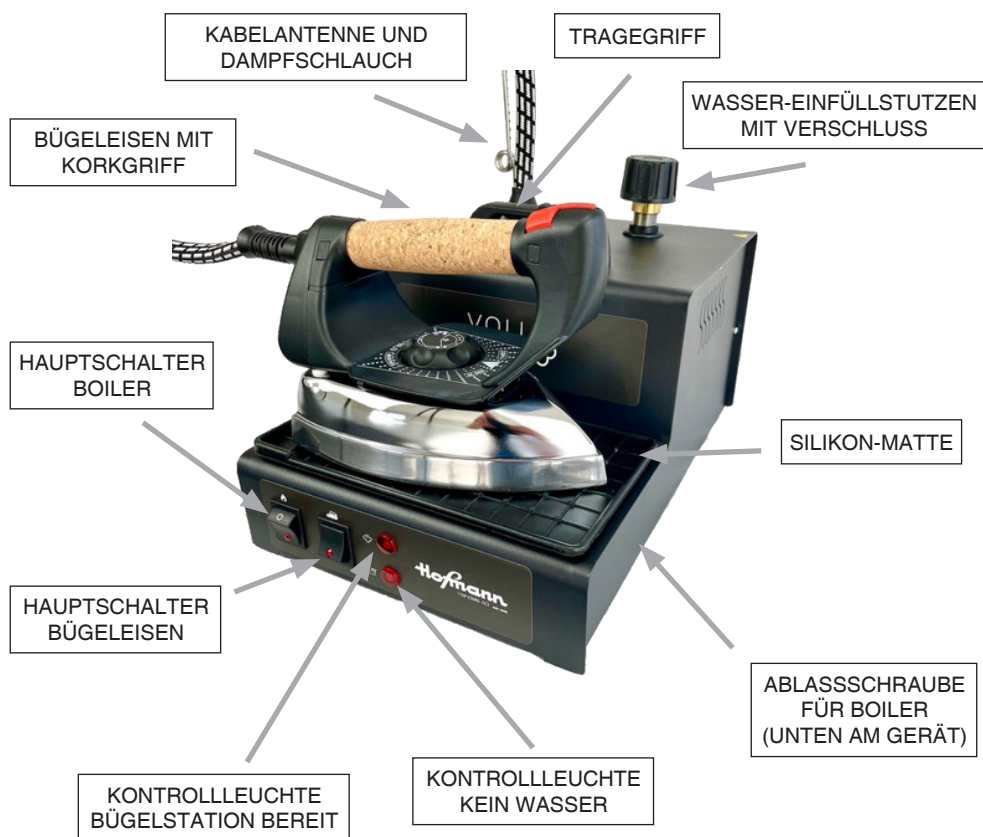

ABB. 1
Vor dem Anschliessen der Bügelstation muss in der Nähe des Aufstellungsortes eine geschützte Steckdose vorbereitet werden, die für die Leistung des Geräts geeignet ist (wir empfehlen einen Differenzialschutzschalter mit 10 oder 16 A und Id 30 mA). Benutzen Sie für Transport und Handhabung nur den Griff. Ziehen Sie niemals an den elektrischen Kabeln oder dem Dampfschlauch (Abb. 1).
2. Nehmen Sie das Gerät aus dem Karton, montieren Sie die Kabelantenne und setzen Sie sie in die Antennenhalterung vorne neben dem Dampfschlauch (Abb. 1). Achten Sie darauf, dass diese ganz eingesteckt ist.
4. Legen Sie die Silikonsole und das Bügeleisen auf die Bügeleisenablage (Abb. 1)
1. Schrauben Sie den Verschluss ab (Abb. 1) und füllen Sie maximal 1 Liter Wasser in den Dampferzeuger. Verwenden Sie dazu den mitgelieferten Trichter. Achten Sie darauf, dass der Dampferzeuger niemals überläuft. Schrauben Sie den Verschluss wieder zu und achten Sie darauf, dass Sie diese nicht zu fest anziehen. Ansonsten kann die Dichtung beschädigt werden (siehe Kapitel 7).
3. Schalten Sie beide Schalter (Boiler und Bügeleisen, Abb. 1) ein und drehen Sie die Temperatur-Drehscheibe des Bügeleisens auf die Position zwischen " ●● " und " ●●● ".